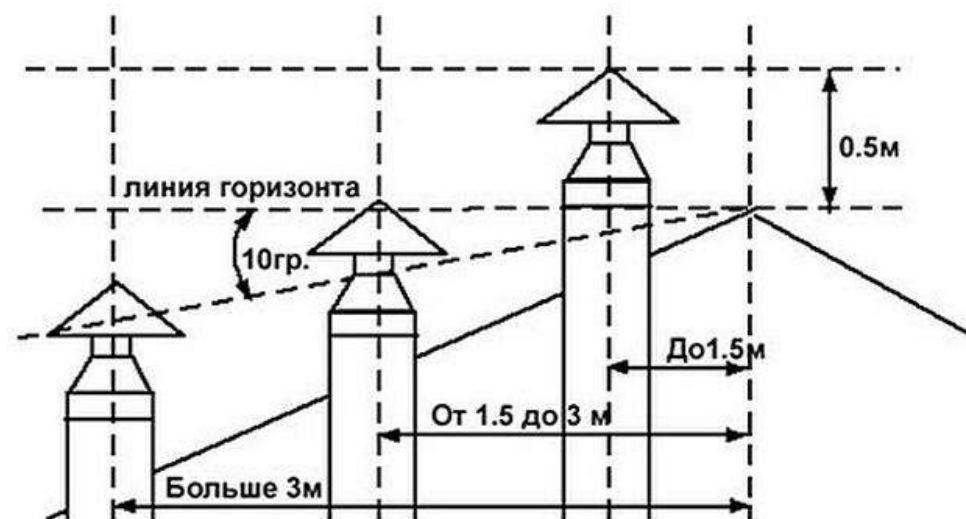

Рисунок 9 — Схема размещения дымоходов.
10.3.4 Высоту дымохода можно рассчитать, используя рисунок 9.